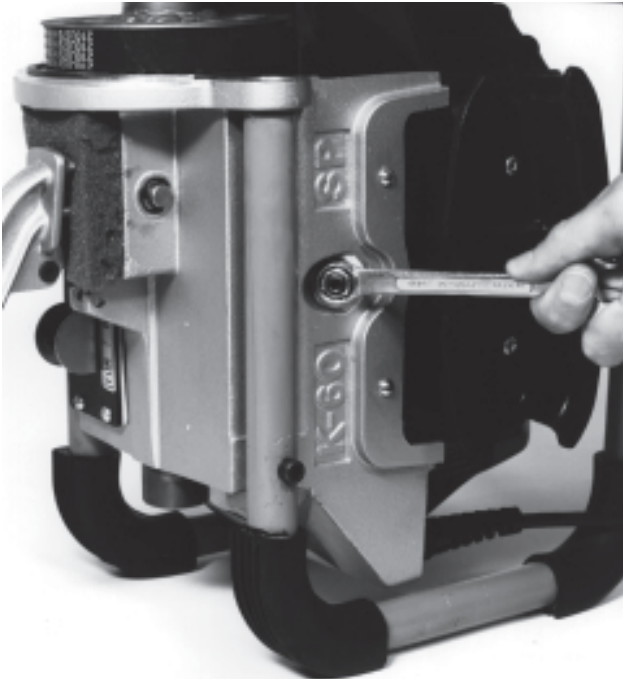

Figure 13 – Desserrer l'écrou de blocage
3. Desserrez l'écrou de blocage qui se trouve sur le côté de la machine (Figure 13).